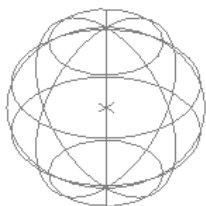

图 5.1.22 球体
Step4. 设置立方体曲面的参数。在“立方体”对话框中选中  曲面 (U) 单选项，在  文本框中输入值 30，按 Enter 键确认；在  文本框中输入值 20，按 Enter 键确认；在  文本框中输入值 10，按 Enter 键确认。
球体 (S)... 命令是通过定义球的半径来创建球体，当然也可以为创建的球体面加一个起始角度和终止角度来创建部分球体面。下面以图 5.1.22 所示的模型为例讲解球体曲面的创建过程。